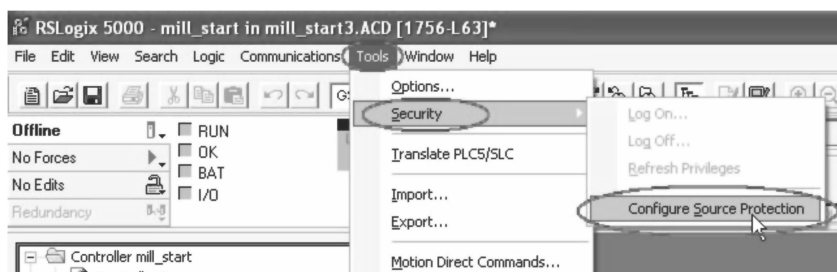

图 22-3 配置源代码保护对话框
4. 单击“是”(Yes)。在 RSLogix5000 项目中，单击“工具→安全→配置源代码保护”(Tools→Security→Configure Source Protection)，如图 22-3 所示。